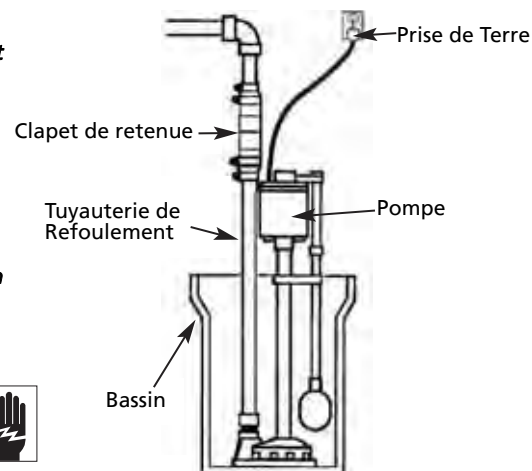

Figure 2
3. La pompe doit être installée dans un puisard fosse qui est de 18 pouces de diamètre et 24 cm de profondeur Voir Figure 2 schémas pour l'installation.